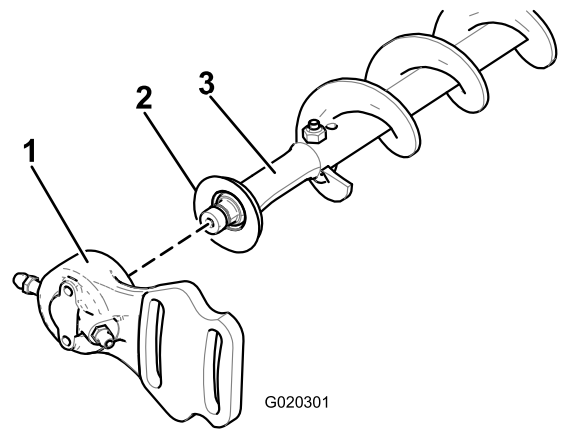
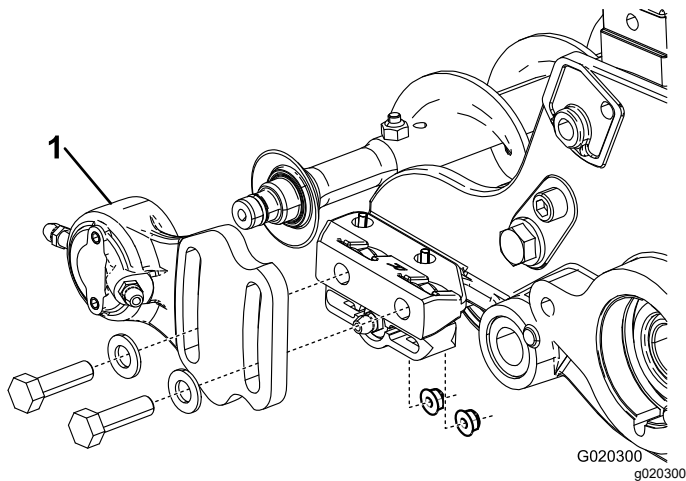

図 19
図 18
1. すでにローラブラシが取り付けられている場合は、駆動側でない方のベアリングハウジングをベアリングハウジング取り付けブラケットに固定しているボルト2本、ワッシャ、ナットを取り外す 図 18 と 図 19。
2. ブラシのシャフトから、非駆動側ベアリングハウジングとエクスクルーダシールを外す 図 19。
9. 非駆動側ベアリングハウジングとエクスクルーダシールをブラシシャフトに取り付ける 図 19。